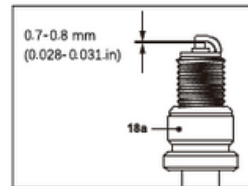

Abb. 31
- Prüfen Sie den Elektrodenabstand der Zündkerze. Er sollte 0,7–0,8 mm betragen (Abb. 31).
- Schrauben Sie die Zündkerze (18a) beim Einbau zunächst von Hand ein und ziehen Sie sie anschließend leicht mit dem Zündkerzenschlüssel (33) nach.